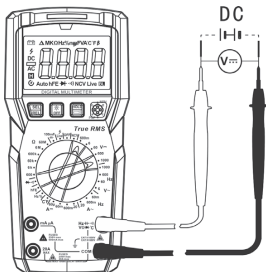

Рис. 3 Измерение напряжения постоянного тока
7.1 Измерение напряжения постоянного тока (см. рис. 3)